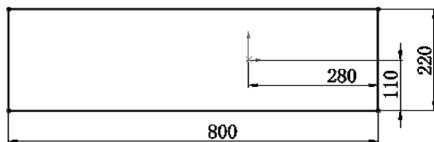

图 9-34 绘制矩形
**①** 绘制矩形。在“FeatureManager 设计树”中选择“前视基准面”作为绘图基准面。然后选择菜单栏中的“工具”→“草图绘制实体”→“矩形”命令，或单击“草图”控制面板中的“边角矩形”按钮，绘制矩形轮廓，通过标注智能尺寸使矩形的中心在 origin 位置，如图 9-34 所示。